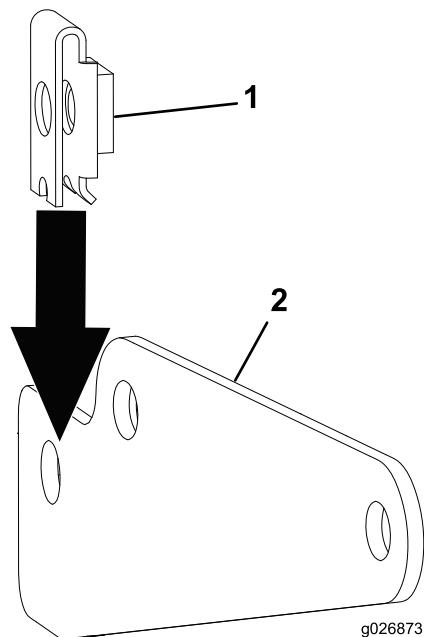

Figure 7
1. Posez l'écrou de retenue sur le support de pivot (Figure 7).